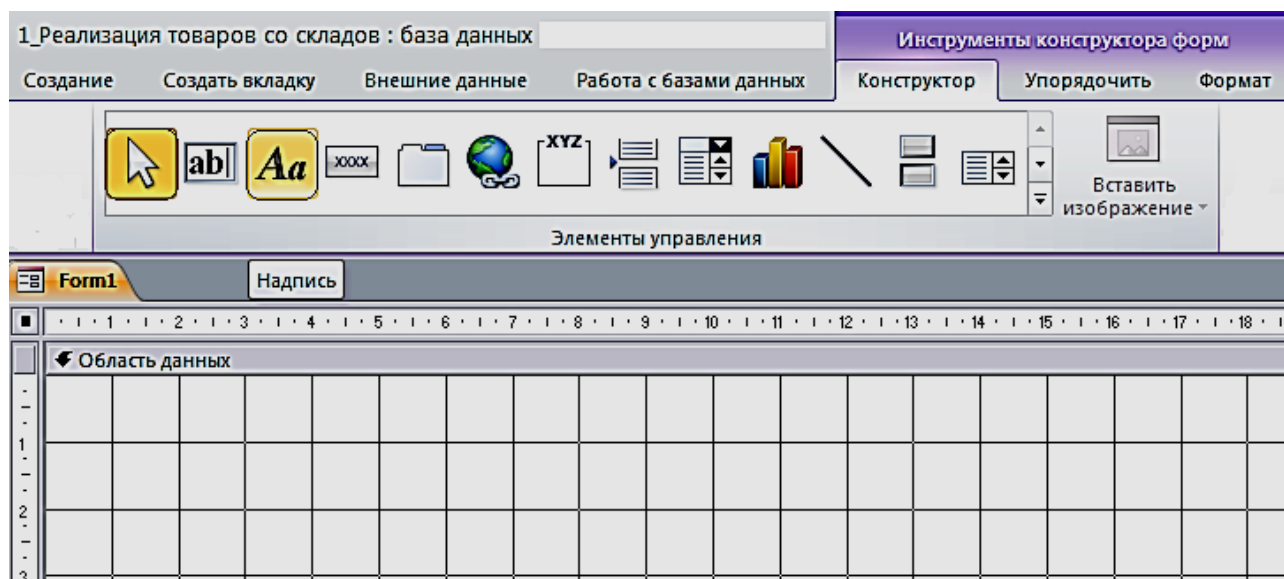

Рис. 6.1. Пустая форма в режиме «**Конструктор**» с элементами управления
1. Выполним команду **Пустая форма** на вкладке ленты **Создать** в группе **Формы**, режим «**Конструктор**» (рис. 6.1).